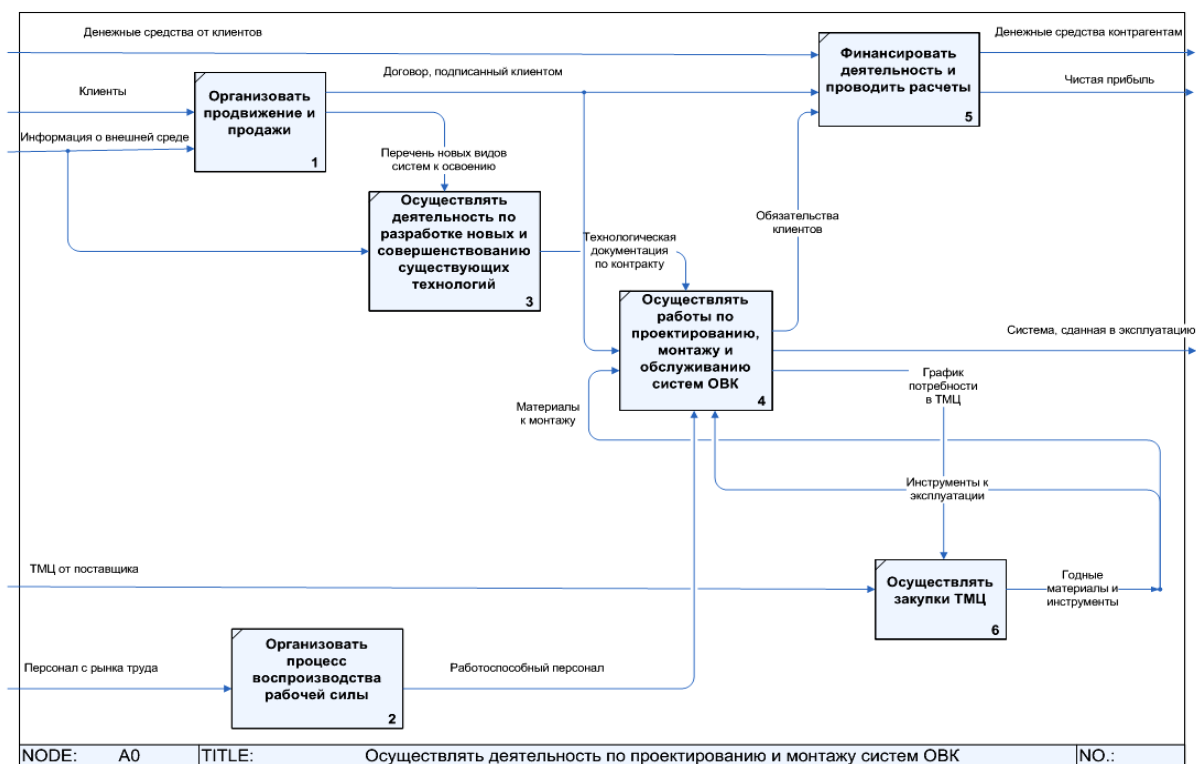

Рисунок 22 – Диаграмма декомпозиции 1-го уровня процессов ООО «Энергомонтаж» в нотации IDEF0
**Задание 3.** Выполните разветвление граничных стрелок *Информация о внешней среде* и *Годные материалы и инструменты* (рисунок 22).
**Задание 4.** Добавьте на диаграмму внутренние стрелки, выполнив при необходимости их разветвление и переименование отдельных сегментов (см. рисунок 22). Сохраните результат. Закройте окно диаграммы.